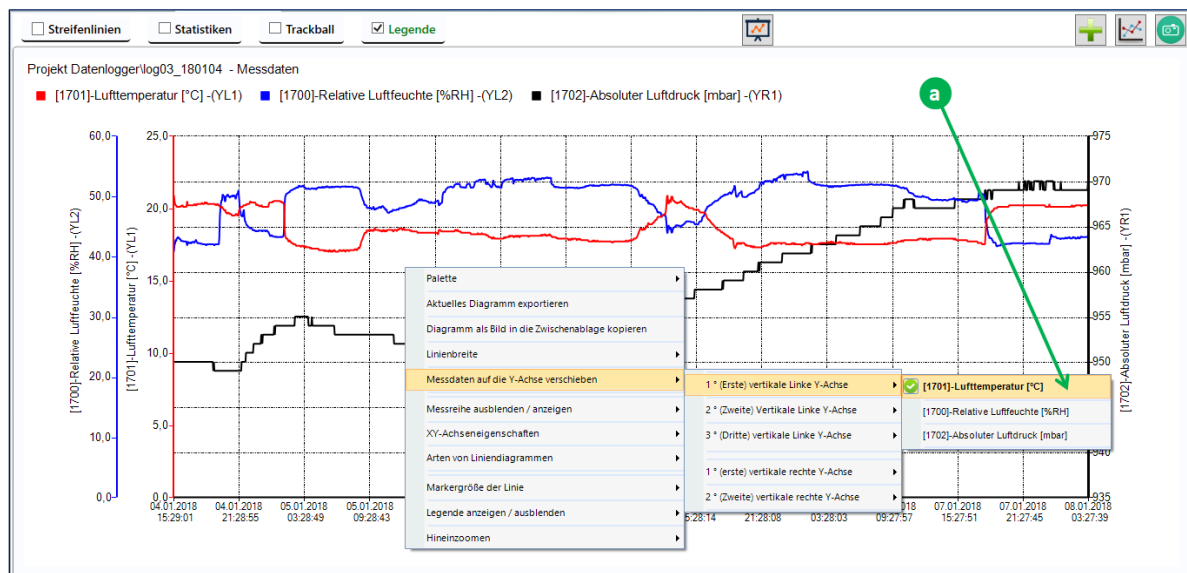

Abbildung 10-7: Menüpunkt "Messdaten auf die Y-Achse verschieben"
Es gibt insgesamt fünf vertikale Achsen, wie in a in Abbildung 10-7 dargestellt. Wenn also fünf Messwerte vorhanden sind, kann jeder Messwert auf einer eigenen Achse dargestellt werden. Auf der linken Seite können maximal drei vertikale Achsen, auf der rechten Seite maximal zwei Achsen angezeigt werden.
- Die Position der vertikalen Achse der dargestellten Messdaten wird durch die zusätzliche Bezeichnung "YL*i*" oder "YR*i*" in Abbildung 10-7 wiedergegeben. *i* repräsentiert den Index der vertikalen Achse. Die Y-Achsen sind wie folgt beschriftet: